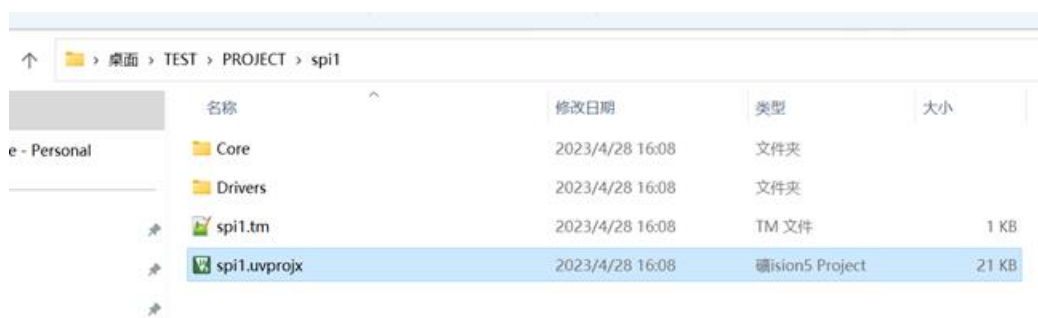

图 6-6 C 工程目录及工程文件
2. 双击该目录下的.uvproj（Arm MDK）文件，打开对应 C 工程。（参见图 6-6）